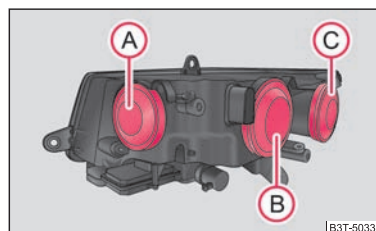

Abb. 210 Scheinwerfer vorn: Einbaulage der Lampen
Positionen der Glühlampen im Scheinwerfer vorn ⇒ Abb. 210.
- Nehmen Sie die Schutzkappe ab Ⓐ ⇒ Abb. 210.
- Nehmen Sie die Schutzkappe ab (A) ⇒ Seite 256, Abb. 210.
- Nehmen Sie die Schutzkappe ab (B) ⇒ Seite 256, Abb. 210.